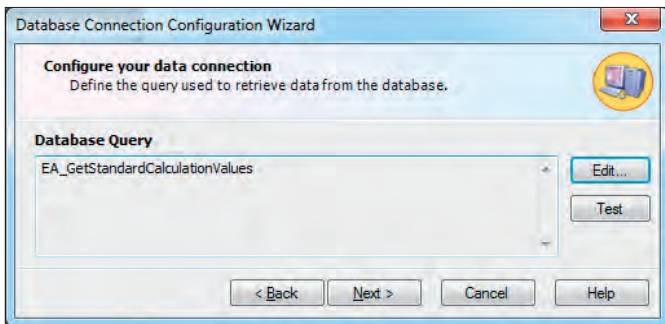

Рис. 18. Мастер конфигурирования соединения с базой данных
4. Нажмите *OK*. Это вернёт вас к *Мастеру конфигурирования соединения с базой данных* (рис. 18).